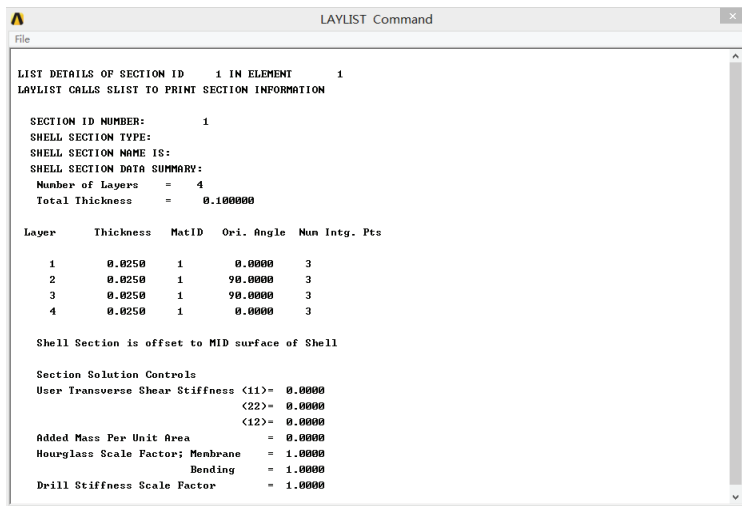

图 6-45 叠层信息结果列表显示
14) 选择 Utility Menu | List | Elements | Layered Elements 命令, 出现 List Layered Elements 对话框, 在 Layered element to be listed 输入栏中输入 1, 在 LAYR1, LAYR2 Range of layers 输入栏中输入 1、4, 其余选项采用默认设置, 单击 OK 按钮, ANSYS 显示窗口将列表显示叠层信息, 如图 6-45 所示。